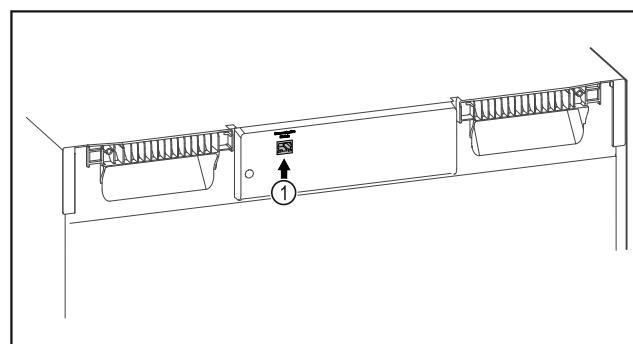

Fig. 115
- To SmartModule Fig. 115 (1) είναι τοποθετημένο.